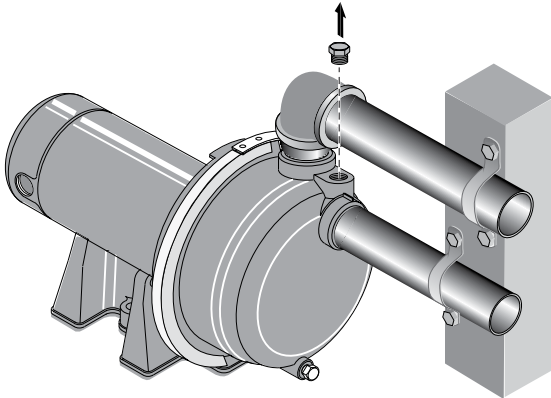

Figura 14 – Remover el tapón de cebadura
1. Retire el tapón de cebadura (Figura 14).